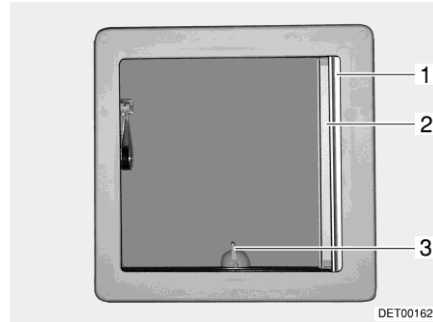
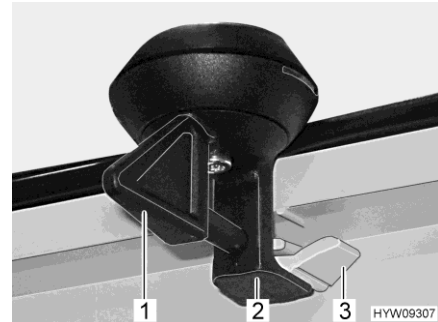

Fig. 45 Lanterneau basculant
Fig. 46 Verrouillage (lanterneau basculant)
- Tourner le levier (Fig. 45,3 ou Fig. 46,1) d'un quart de tour.
- Tourner le levier d'un quart de tour. Le dispositif de verrouillage (Fig. 46,2) doit pénétrer dans le cran d'arrêt inférieur (Fig. 46,3).
- Retirer le dispositif occultant plissé (Fig. 45,1) et le relâcher lorsqu'il a atteint la position voulue. Le dispositif occultant plissé reste alors à cette position.
- Tirer la moustiquaire (Fig. 45,2) jusqu'à ce que le dispositif de verrouillage s'enclenche dans la partie opposée.